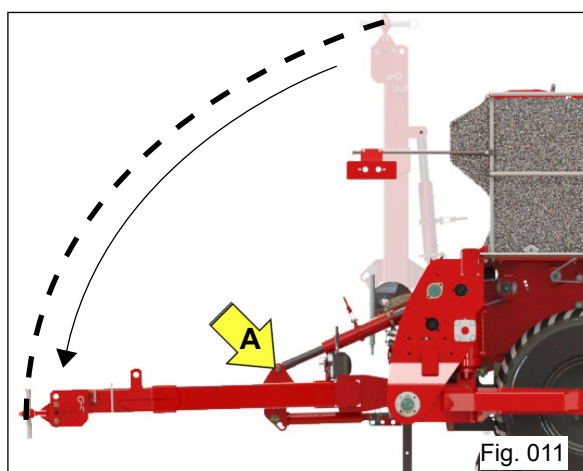

Fig. 011
- 3) Utilizando o comando hidráulico do trator, com as mangueiras do cilindro do cabeçalho acopladas, articule o cabeçalho, deixando-o em posição de trabalho (Fig. 011);
- 5) Fixe a parte inferior do regulador prendendo-o no furo superior "A" do cabeçalho (Fig. 011);